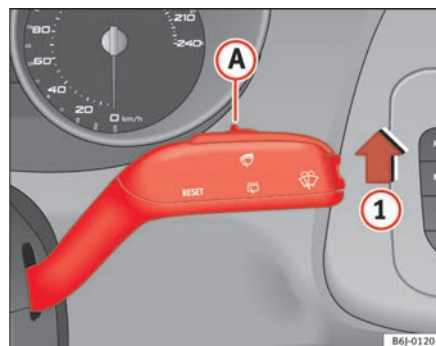

Fig. 61 Palanca del limpiaparabrisas
- Mueva la palanca del limpiaparabrisas hasta la posición **1** ⇒ fig. 61.